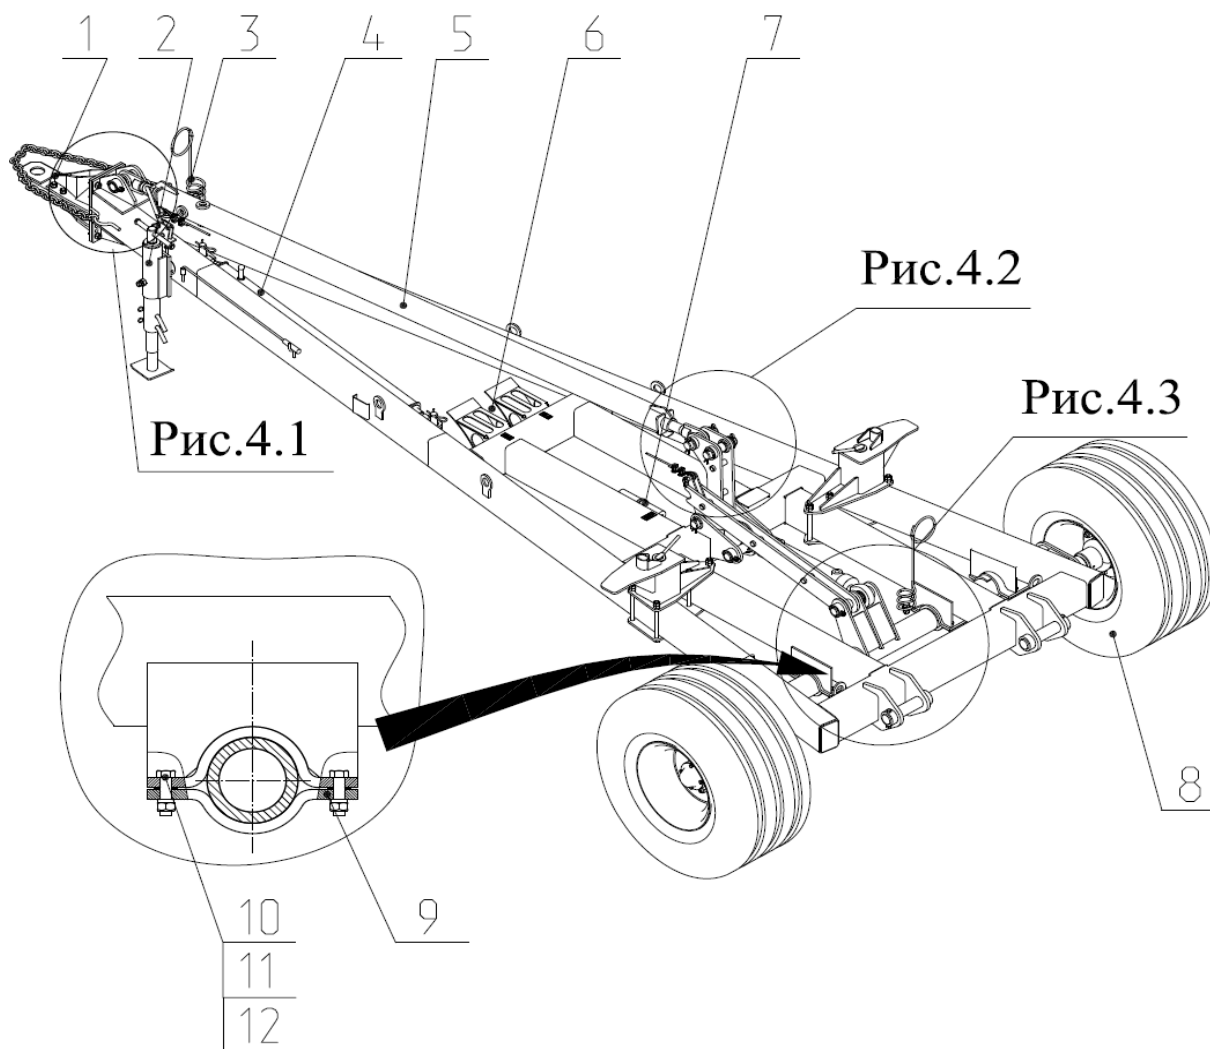
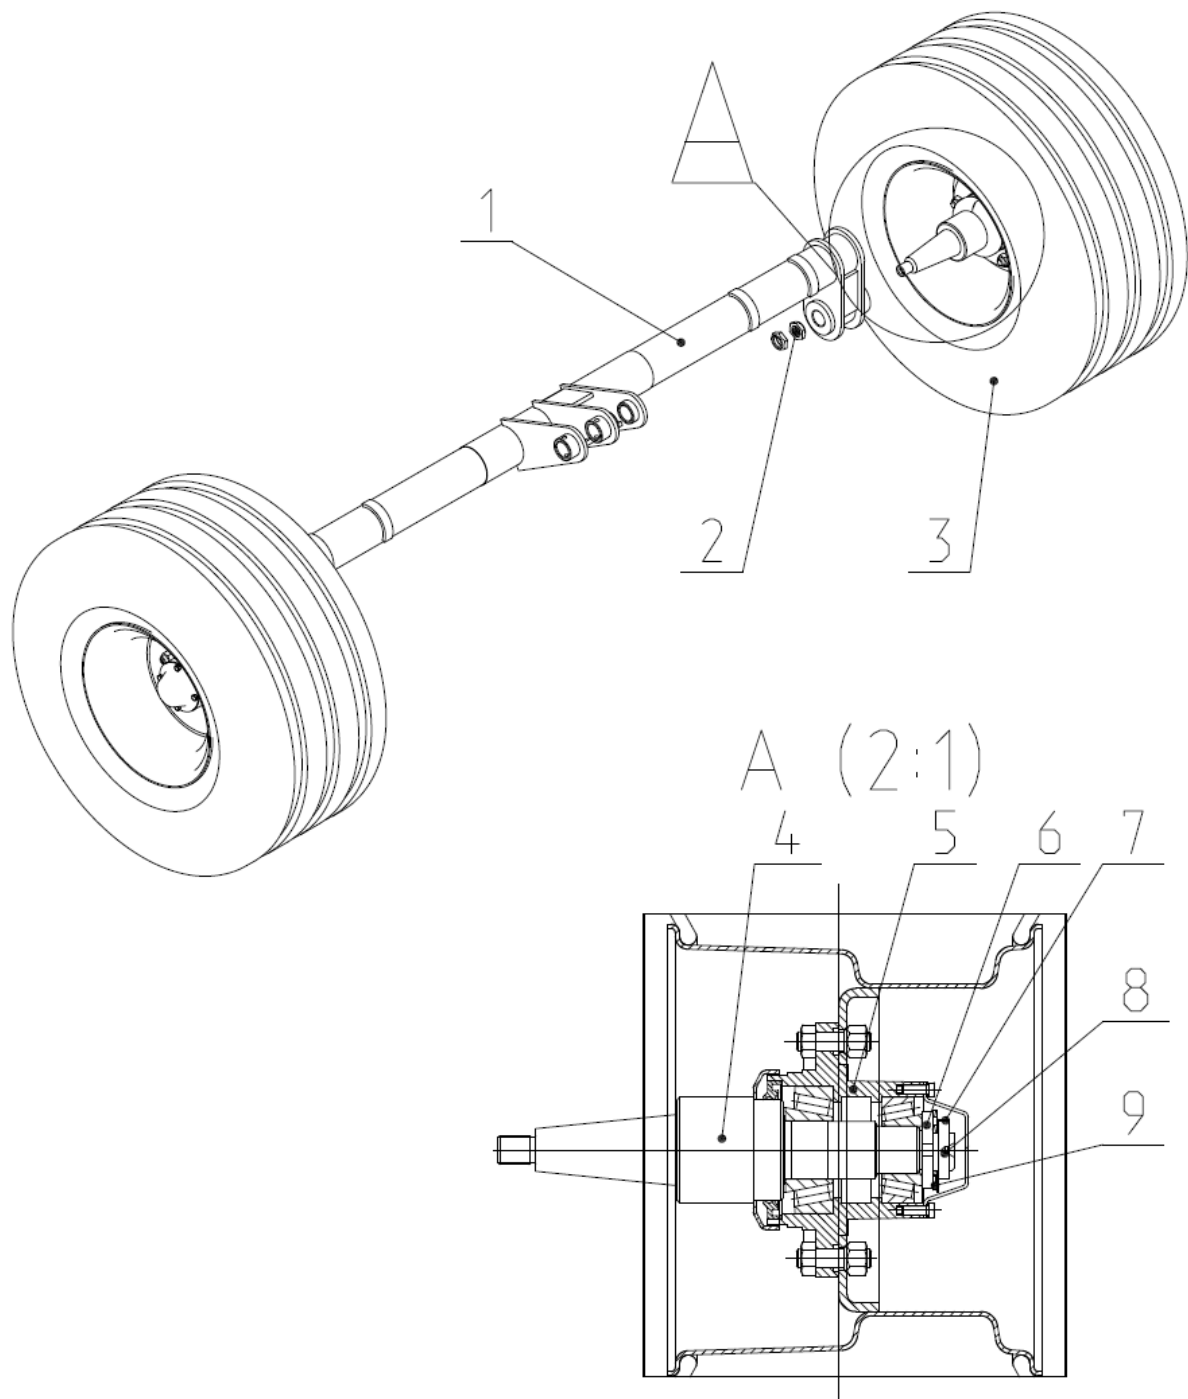

Рис.4 Сница в сборе КБП8 01.080
Рис.5 Колесная пара КБП8 03.000.
2.3 Сница в сборе (рис.4) предназначена для присоединения культиватора к трактору и состоит из цельносваренной самой сницы 5. К снице (рис.4) спереди закреплен регулируемый по высоте кронштейн 1 с прицепной серьгой. На раме сницы установлены стояночная опора 2, блокировочная распорка 4, противооткатные башмаки 6, пенал с документацией 7. В посадочных седлах сницы установлена штанга 1 (рис.5) и закреплен прижимами 9 (рис.4).